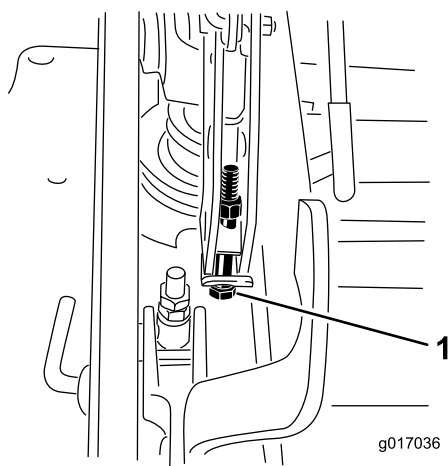

Figura 102
13. Si la carcasa está demasiado baja, apriete el perno del ajuste de un solo punto girándolo en el sentido de las agujas del reloj. Si la carcasa está demasiado alta, afloje el perno del ajuste de un solo punto girándolo en sentido antihorario (Figura 102).
14. Apriete los 2 pernos en el borde inferior de la pletina de altura de corte (Figura 102).